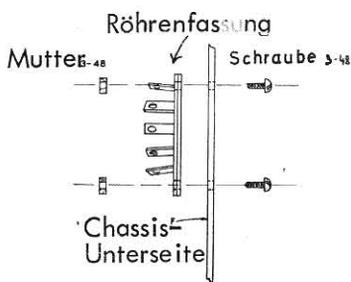

ABB. 2
HINWEIS: Bild 2 bzw. 2A zeigt die Chassis-Oberseite, Bild 3 bzw. 3A die Chassis-Unterseite des Gerätes.
- () Montieren Sie eine 9-polige Pertinax-Röhrenfassung bei V1 gemäss Abbildung 2 und Bild 3 bzw. 3A auf der Chassis-Unterseite. Verwenden Sie zur Montage Schrauben und Muttern der Grösse 3-48, jedoch ausnahmsweise keine Zahnscheiben. Achten Sie beim Einbau der Röhrenfassung auf die vorgeschriebene Lage der "Lücke" zwischen den Sockelstiften 1 und 9, die in Bild 2 bzw. 2A durch einen Pfeil gekennzeichnet ist.
- () Montieren Sie in der gleichen Weise und unter Verwendung des gleichen Befestigungsmaterials die 7-polige Pertinax-Röhrenfassung bei V2 auf der Chassis-Unterseite. Achten Sie auch hier wieder auf die Lage der "Lücke" zwischen den Lötflächen 1 und 7 der Röhrenfassung, die in Bild 2 bzw. 2A durch einen Pfeil gekennzeichnet ist.
- () Befestigen Sie die Elko-Montageplatte mit Hilfe von Schrauben und Muttern der Grösse 6-32 und zweier Zahnscheiben Nr. 6 bei C7 auf der Chassis-Oberseite (siehe Bild 2 bzw. 2A). Achten Sie dabei auf die richtige Einbaulage der Platte in Bezug auf die beiden Schränkklaschen-Slitze U und W, die in Bild 3 bzw. 3A zu erkennen sind.
- () Bringen Sie in der gleichen Weise den Drehumschalter bei S1 an der Chassis-Vorderwand an. Verwenden Sie hierbei eine Regler Zahnscheibe zwischen Schalter und Chassisblech. Achten Sie beim Einbau des Schalters auf die aus Bild 2 bzw. 2A ersichtliche Lage der Lötflanken.